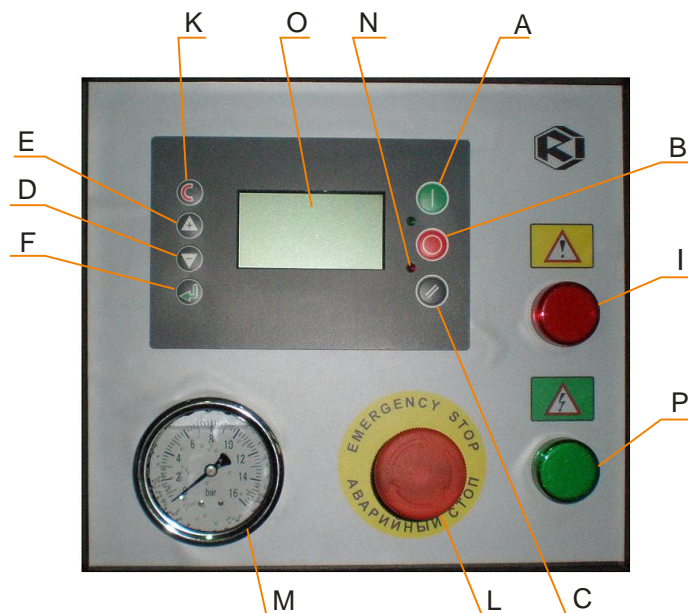

Рис. 4 - Внешний вид панели управления
**Панель управления.** На лицевую сторону панели управления вынесены следующие органы управления, контрольно-измерительная и сигнальная аппаратура (рис. 4).